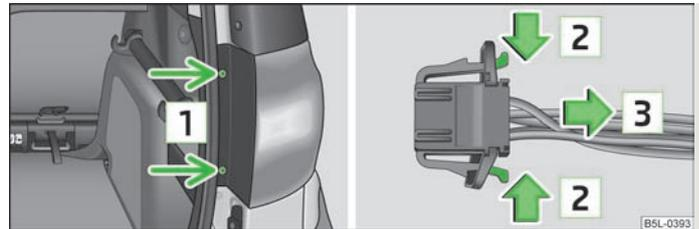

Abb. 173 Rückleuchte ausbauen / Steckverbindung trennen
- › Die Leuchte mithilfe des Torx-Schlüssels aus dem Bordwerkzeug abschrauben. Die kürzere Seite des Schlüssels dient zum Lösen der Schrauben **1** » Abb. 173 und die längere Seite zum vollständigen Herausschrauben.
- › Durch Drücken der Rastnasen in Pfeilrichtung **2** » Abb. 173 und durch Ziehen in Pfeilrichtung **3** die Steckverbindung trennen.
- › Die Leuchte mit den Schrauben **1** » Abb. 173 festschrauben.